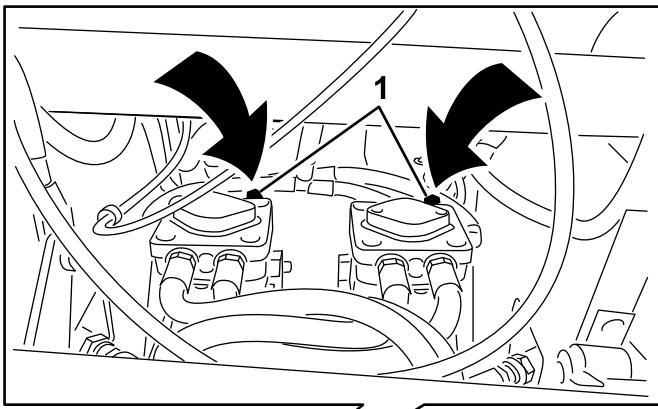

Рисунок 23
3. Откройте перепускные клапаны обоих насосов, повернув их против часовой стрелки на 1–2 оборота (Рисунок 23).